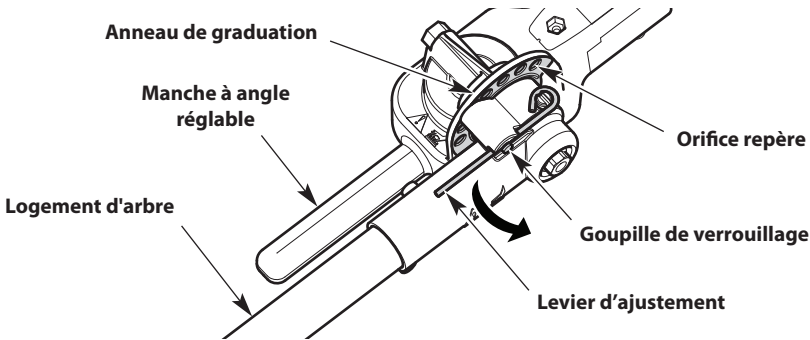

Fig. 15
1. Maintenez la poignée de réglage d'angle (Fig. 15) avec la main gauche. Maintenez le logement d'arbre (Fig. 15) avec la main droite.
2. Avec le pouce droit, éloignez le levier de réglage (Fig. 15) de l'anneau indexeur afin de dégager la goupille de verrouillage (Fig. 15).
4. Alignez la goupille de verrouillage avec l'orifice repère désiré dans l'anneau indexeur (Fig. 15).